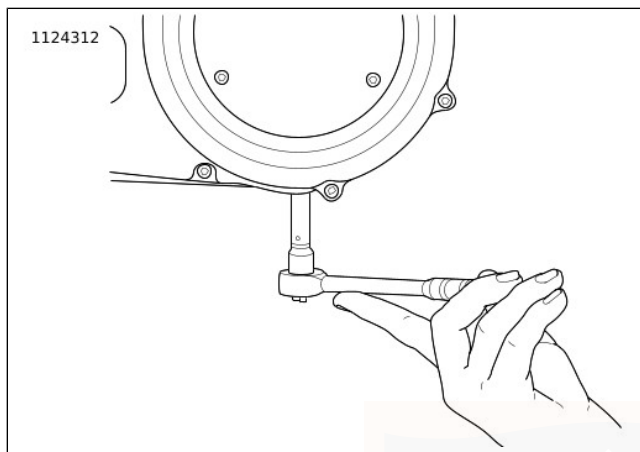

Abbildung 34. Ausbau/Einbau der Kettengehäuse-Ablassschraube
3. Siehe Abbildung 34. Das Primärkettengehäuse entleeren.